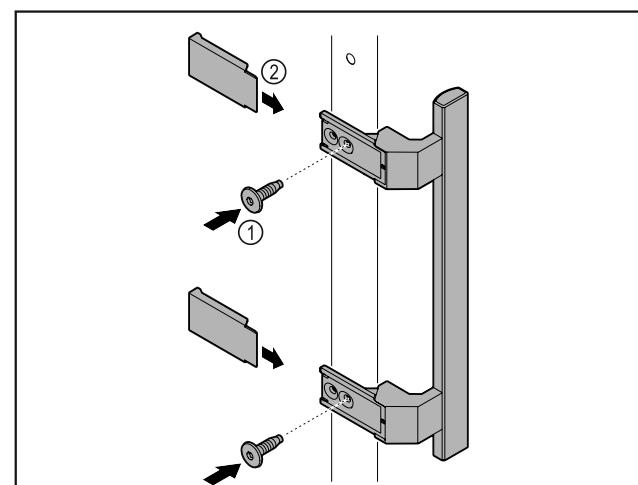

Fig. 7
► Colocar en la puerta el tirador del kit de accesorios con los tornillos incluidos Fig. 7 (1).
► Colocar las cubiertas Fig. 7 (2).